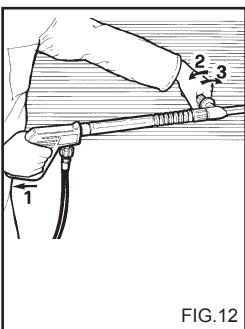
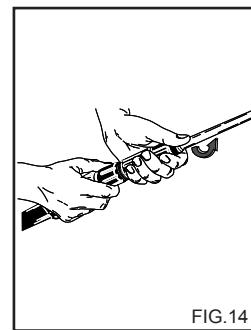

FIG.12
FIG.14
KAKSINKERTAISEN KÄRKIOSANTAISETTÄVÄN PÄÄN (Fig. 12) KÄYTÄMINEN.
2) Poista jatkokappale kahvasta ja aseta kaksos-suihkuputki tai säädetettävällä pääkappaleella varustettu suihkuputki (Fig. 14) paikoilleen, kytke painepesuri pääle, kytke suihkuputkella oleva puhdistusaineen imuun ohjauspainike pääle (Fig. 12, 13) ja levitä pesuainetta pestäväälle pinnalle alhaalta ylöspäin. Anna vaikuttaa muutaman minuutin ajan.